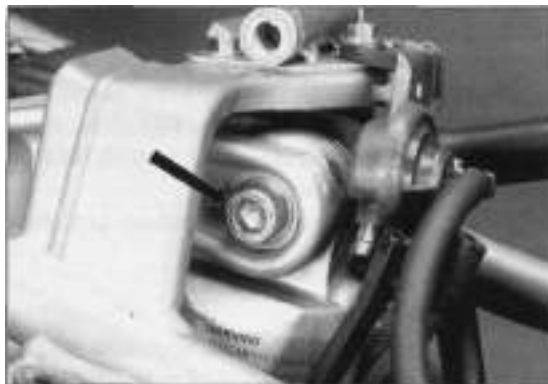

Bild 249
- Stossdämpfer nach Lösen der Befestigungsschrauben (unten Bild 56, oben Bild 249) abnehmen (bei am Motor oder Rahmenheck abgestützter Maschine!).